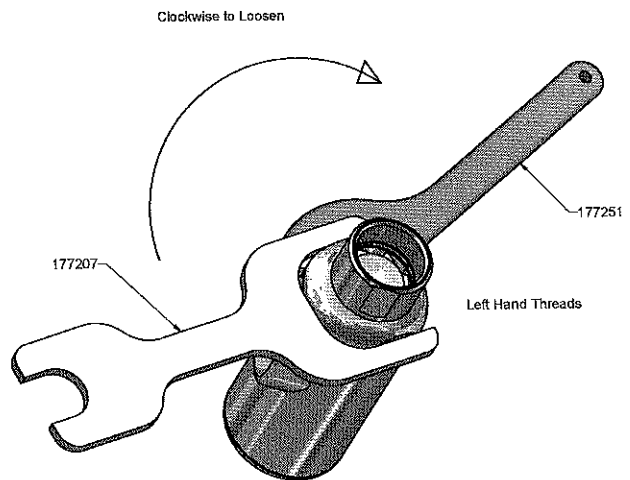

Figura 9
2. Remova a peça da posição 1 girando no sentido horário enquanto retém o anel de entrada, posição 12.4, usando chaves de boca, como mostrado na Figura 26 e Figura 30. Consulte também a Figura 9.